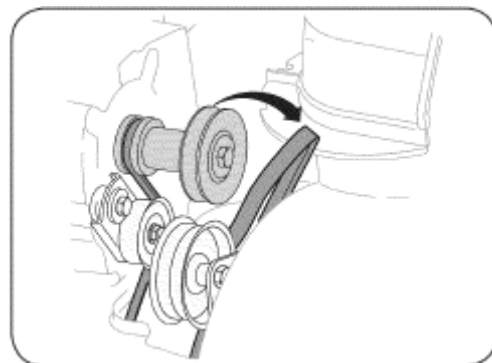

Рис. 28
3. Стащите ремень шнека со шкива двигателя (См. Рис. 28).